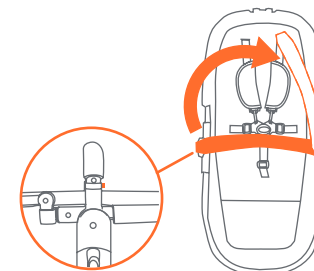

Fig. 4b
- Pour retirer la barre de pare-chocs, appuyez sur le bouton de verrouillage situé à la base de la barre et tirez sur la barre pour la sortir du dispositif d'ancrage. Faites basculer la barre vers le haut pour accéder au siège (Fig. 4b).